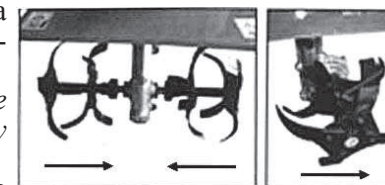

рис. 3
6.5 Установите фрезы как показано на рис. 3, используя шпильки и пальцы из крепёжного набора.